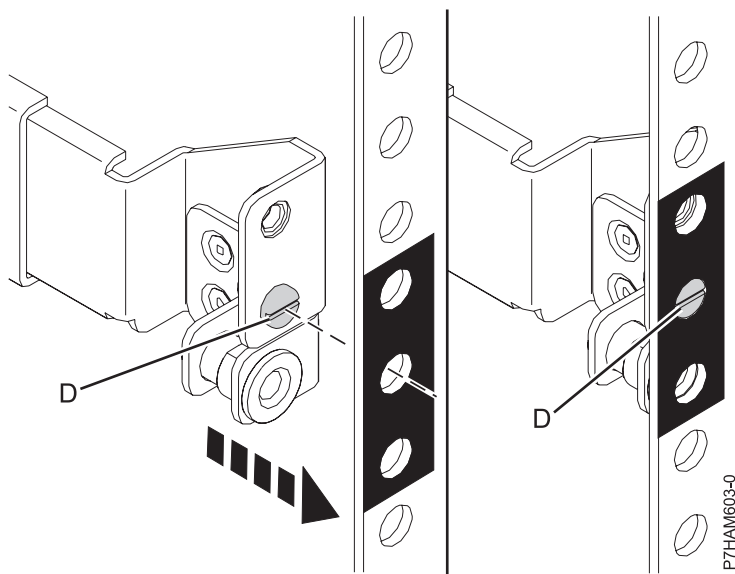

Figure 11. Fixation de la glissière à l'arrière de l'armoire
- e. Insérez la vis d'alignement (**D**) de la glissière dans le trou intermédiaire de la bande EIA marqué précédemment, comme indiqué à la figure 11.